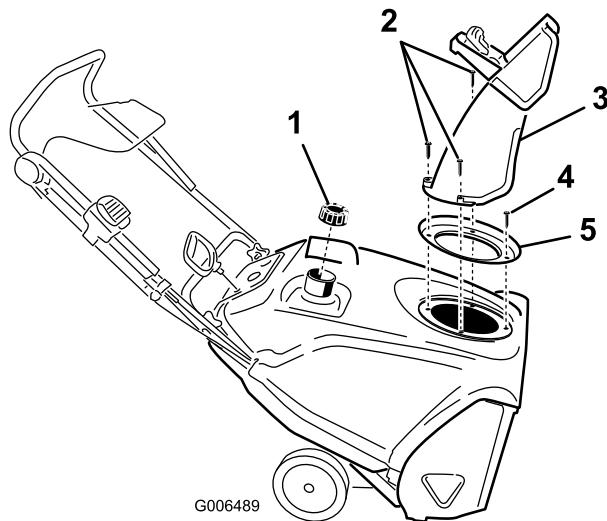

图33
3. 拆下 3 个大螺钉和 1 个小螺钉（图33），拆除排放斜槽，排放斜槽手柄和斜槽密封件。